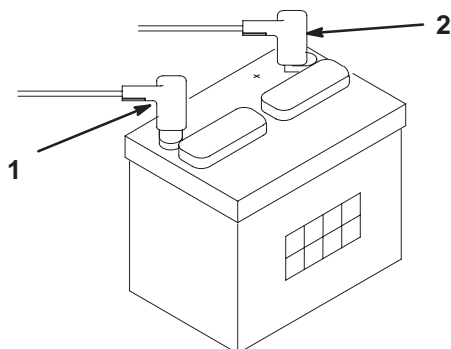

Bild 7
2. Schließen Sie das positive Batteriekabel (rot) vom Startermagnet an den positiven Pol (+) der Batterie an (Bild 7). Ziehen Sie es mit einem Schlüssel an und überziehen Sie die Klemmen/Pole mit Vaseline. Achten Sie darauf, dass das Kabel nicht mit dem Sitz in Berührung kommt, wenn der Sitz ganz nach hinten gestellt ist, da das Kabel ansonsten abgenutzt oder beschädigt werden kann.